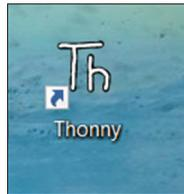

Figure 2.3 : icône Thonny sur le bureau.
- Vous devriez voir une icône sur le bureau (**figure 2.3**) de votre PC. Double-cliquez dessus pour lancer Thonny.